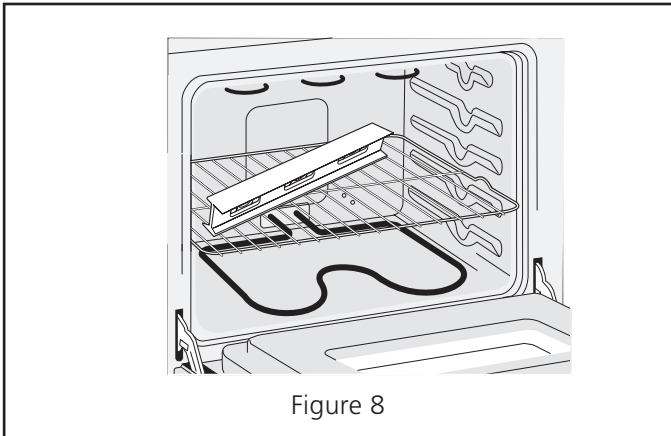

Figure 8
1. Installez une grille au centre du four supérieur ( Voir la figure 8).